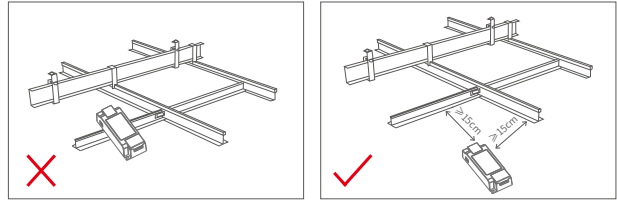

图2
- 驱动器与大面积金属物体应该保持一定距离，推荐间隔距离应 $\geq 15\text{cm}$ ，以免信号干扰影响使用(如图2)。